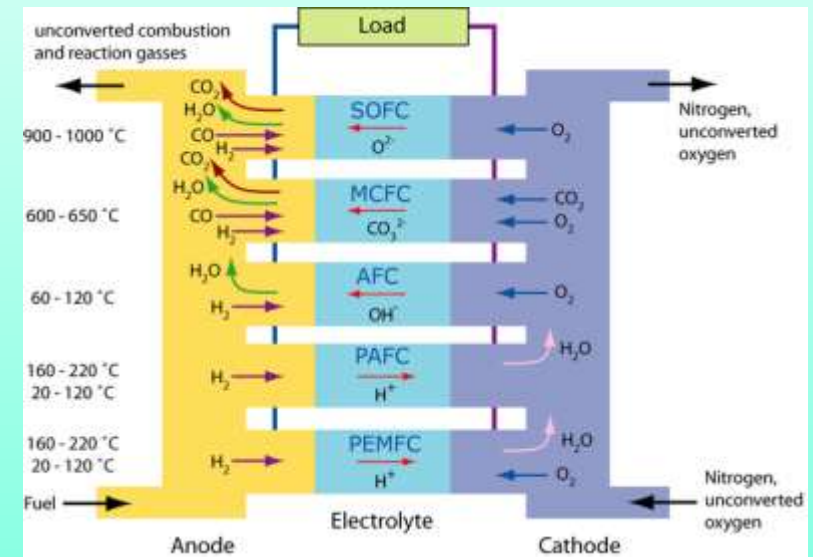

Fig. 5. Tipologie di FC con temperature e semi-reazioni
- Fig.5. *Types of fuel cells*, by *Univerdity of Cambridge*